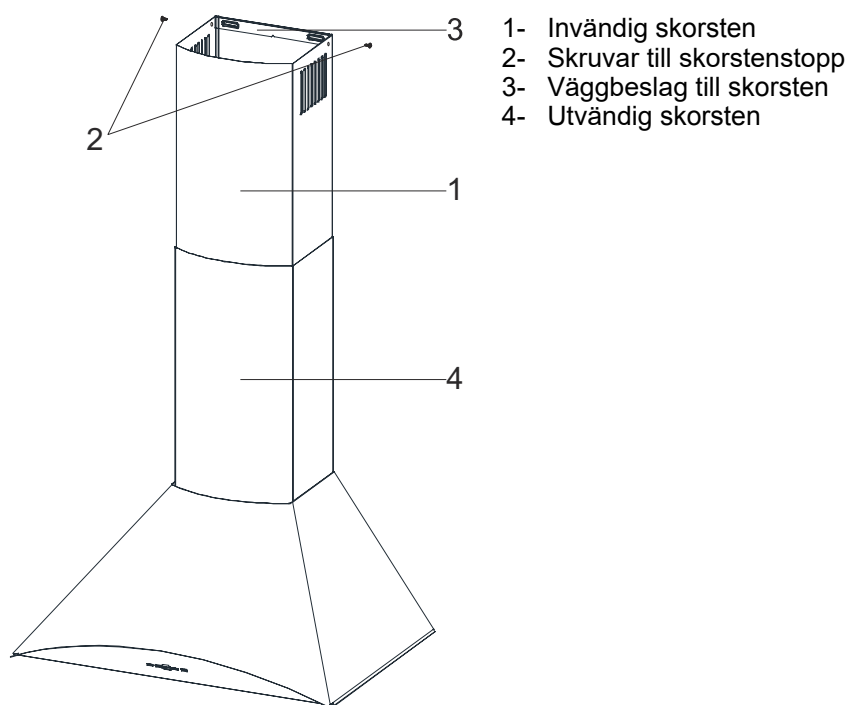

Fig. 9
1. ➡ Den inre skorstenen ska föras in i den yttre (Fig. 9).
4. ➡ Lyft nu upp den inre skorstenen (1) och fäst den med skruvarna (2) i väggbeslaget till skorstenen (3) (Fig. 9).